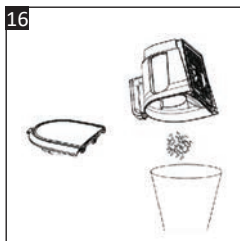

Рис. 16
3. Опорожните содержимое в мусорную корзину (Рис. 16).